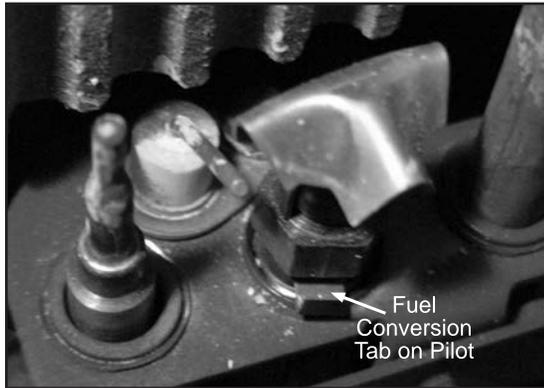

Figure 30: Veilleuse mis à Propane
- b) Poussez la glissière, avec votre doigt ou tournevis plat, a la gauche pour NG ou a la droite pour LP, le rouge sur le glisseur sera évident (voyez Figure 30).